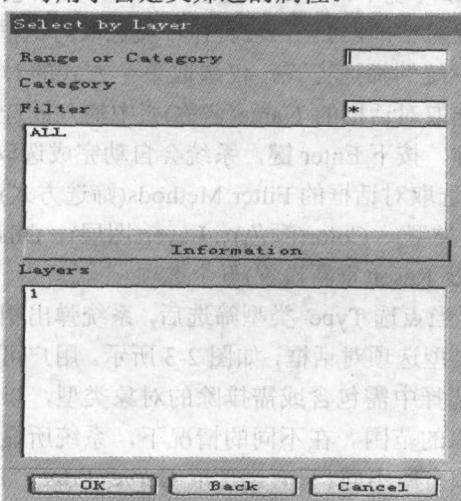

图 2-5 图层筛选对话框
(3) 当点选 Layer 图层筛选后, 系统显示图层筛选对话框, 如图 2-5 所示。用户可在该对话框的 Category Filter 列表框中设置选取或排除的对象所在的层, 限制选择对象的范围。